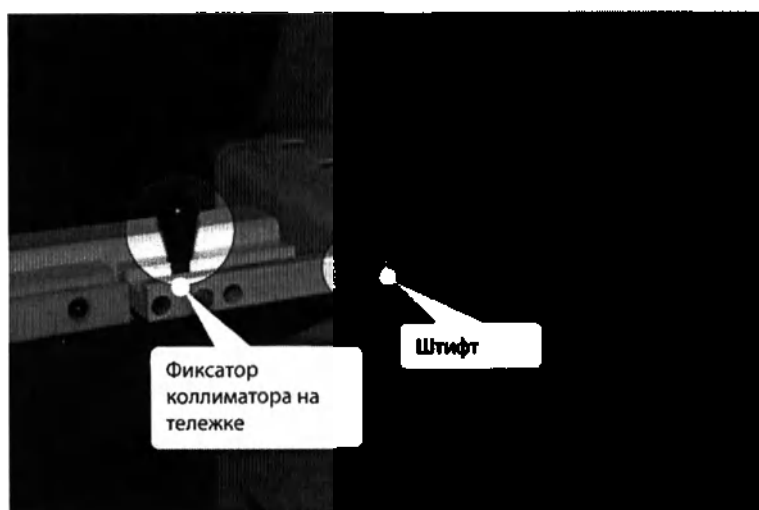

Рисунок 8-4 — Телёжка для смены коллиматоров: фиксатор коллиматора, штифт
- Штифтом — для надежной фиксации тележки и стойки для хранения коллиматоров или детектора (Рисунок 8-4);
- Фиксатором коллиматора (Рисунок 8-4);